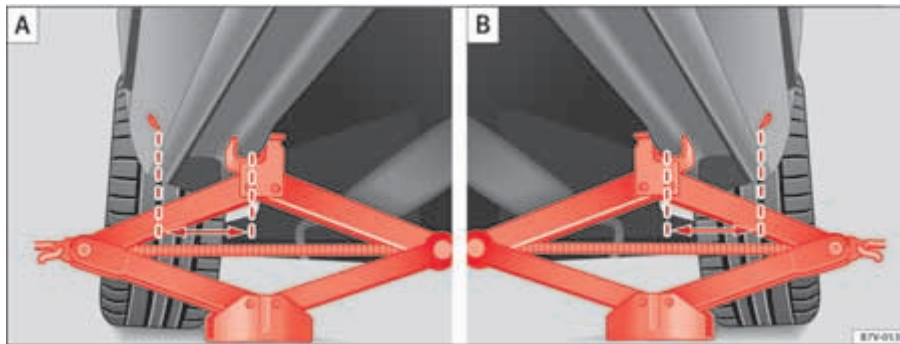

Fig. 193 A: gato colocado en la parte delantera izquierda del vehículo B: gato colocado en la parte trasera izquierda del vehículo.
situados **detrás** de los cantos delanteros ⇒ fig. 193. Utilice en cada caso el punto de apoyo respectivo de la rueda a cambiar ⇒ ⚠.
7. Asegúrese de que el pie del gato quede por completo firmemente apoyado en el suelo, y de que esté colocado exactamente debajo del punto de apoyo ⇒ **página 359, fig. 193**.
8. Centre el gato y siga subiéndolo con la manivela hasta que la garra abarque el nervio situado debajo del vehículo ⇒ **página 359, fig. 193**.
- Coloque el gato únicamente en los lugares descritos. La garra del gato debe quedar asegurada, abarcando el nervio del refuerzo de los bajos ⇒ **página 359, fig. 193**.